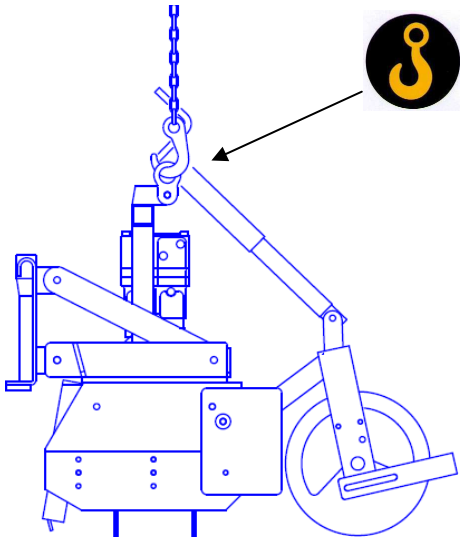

Abb. 6a
**WARNHINWEIS:** Aufgrund des Schwerpunkts wird das Gerät beim Anheben mit der optionalen (leeren) Säeinrichtung um etwa 22 Grad geneigt (Abb. 6a).